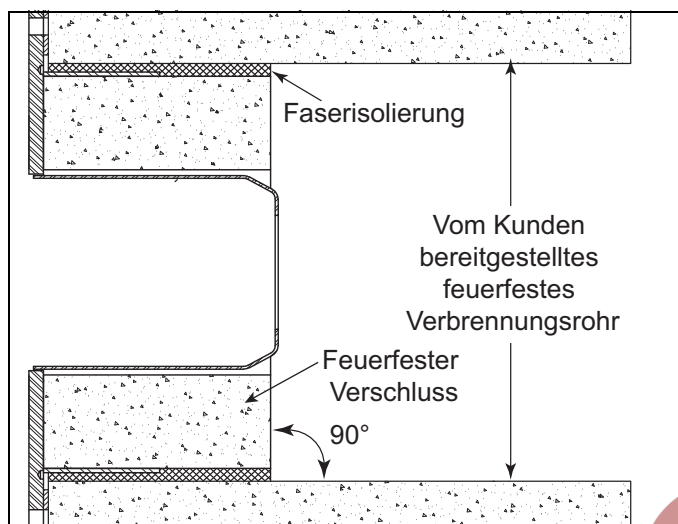

Abbildung 3.5. Feuerfester Verschluss
- Die Abmessungen des Verbrennungsrohrs sind im Winnox-Datenblatt Nr. 111 angegeben. Siehe Abb. 3.5.